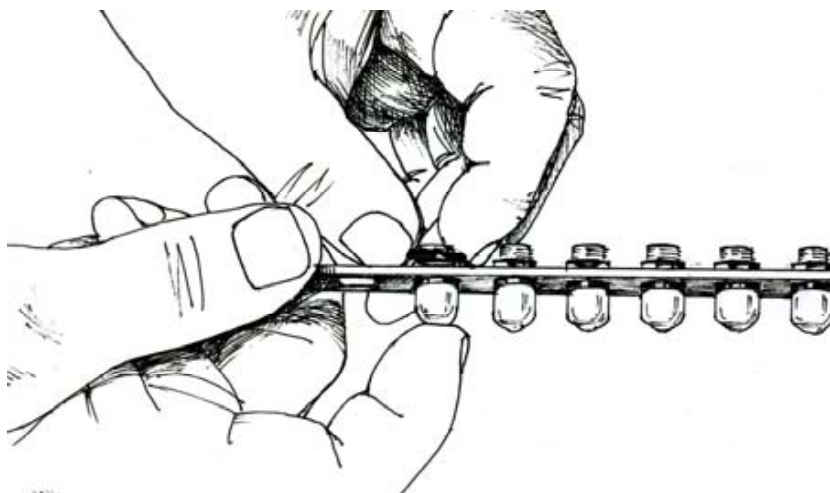

Рис. 3.10. Установка адаптеров
3.1.9. Откручивают планку и устанавливают необходимое количество адаптеров, предварительно снимая пылезащитные колпачки (Рис. 3.10).